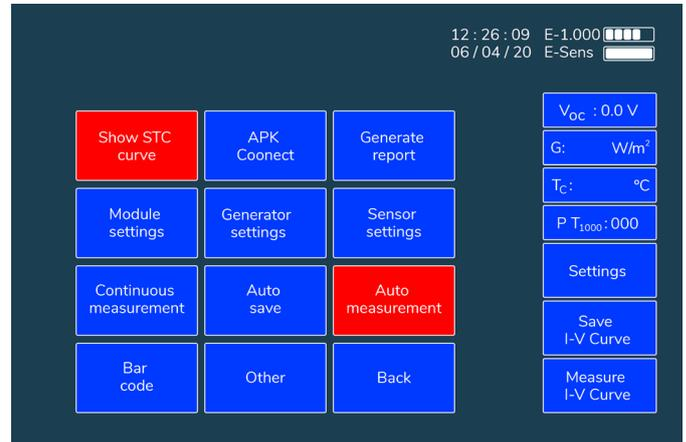

Figura 5.8. Menú de ajustes.
Una imagen del menú de ajustes se puede ver en la *Figura 5.8*. Desde este menú se pueden llevar a cabo todas las configuraciones necesarias del equipo. Existen tres tipos de funciones o configuraciones que se pueden llevar a cabo desde el menú de ajustes: opciones de funcionamiento, configuración de parámetros y funciones adicionales.
**! IMPORTANTE:** Desde la App del dispositivo remoto únicamente se podrán llevar a cabo las funciones de la pantalla principal y no se podrá llevar a cabo ninguna configuración del menú de ajustes. (Figura 5.8.). Todos los ajustes necesarios deberán ser configurados en el E-1000 antes de llevar a cabo la conexión con el dispositivo remoto.
2. Dentro del menú de ajustes, acceder al sub-menu de "Generar Informe" (ver figura 5.8.).